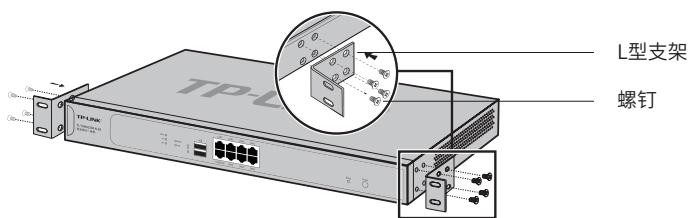

图2-1 支架安装示意图
2. 将配件中的两个L型支架分别安装在安全审计一体机面板的两侧, 并用配件中提供的螺钉固定, 如图2-1所示;